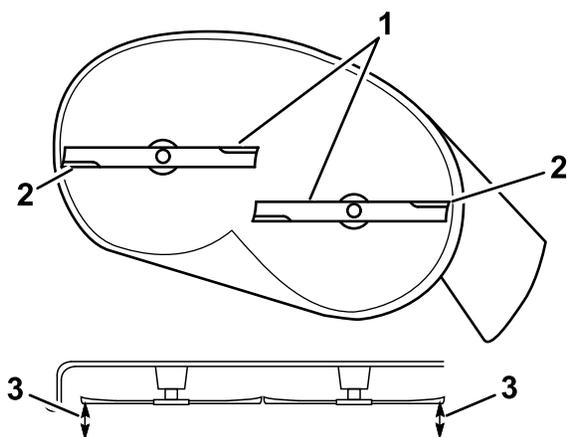

Рисунок 64
5. Измерьте расстояние от наружных режущих кромок до плоской поверхности (Рисунок 64).